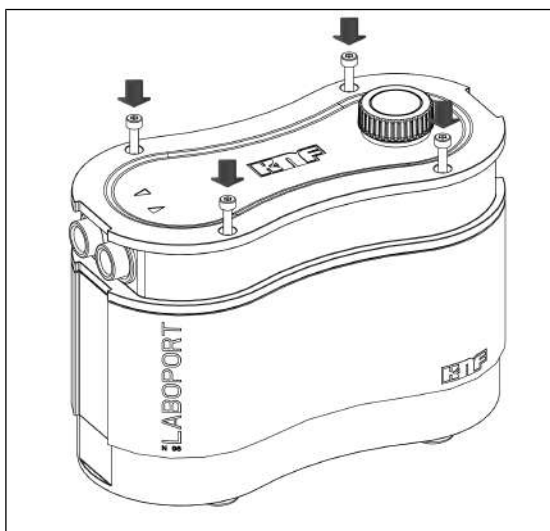

Рис. 14: Вкручивание винтов корпуса
Вкрутите четыре винта корпуса (1) крест-накрест (момент затяжки: 190 - 200 Нсм) (см. Рис. 14).